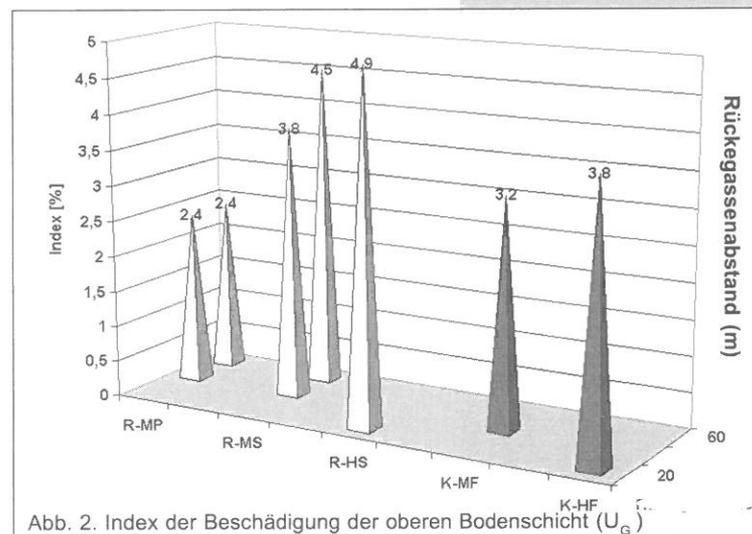

Abb. 2. Index der Beschädigung der oberen Bodenschicht ( $U_G$ )
- Die Beschädigungen der oberen Bodenschicht bei der Holzernte in der ersten Durchforstung (unter Einrechnung der neu angelegten Rückegassen) sind am geringsten bei der Rohschafftmethode mit Motorsäge und Pferd (R-MP;  $U_G = 2,4\%$ ) sowie bei der Kurzholzmethode mit Motorsäge und Forwarder (K-MF30-40;  $U_G = 2,4$  und 3,2%; siehe Abb. 2). Bei Anwendung der übrigen Verfahren sind die Bodenschäden deutlich größer (K-HF20;  $U_G = 3,8\%$ ; R-MS40-60;  $U_G = 3,8$  und 4,5%; R-HS20;  $U_G = 4,9\%$ ).